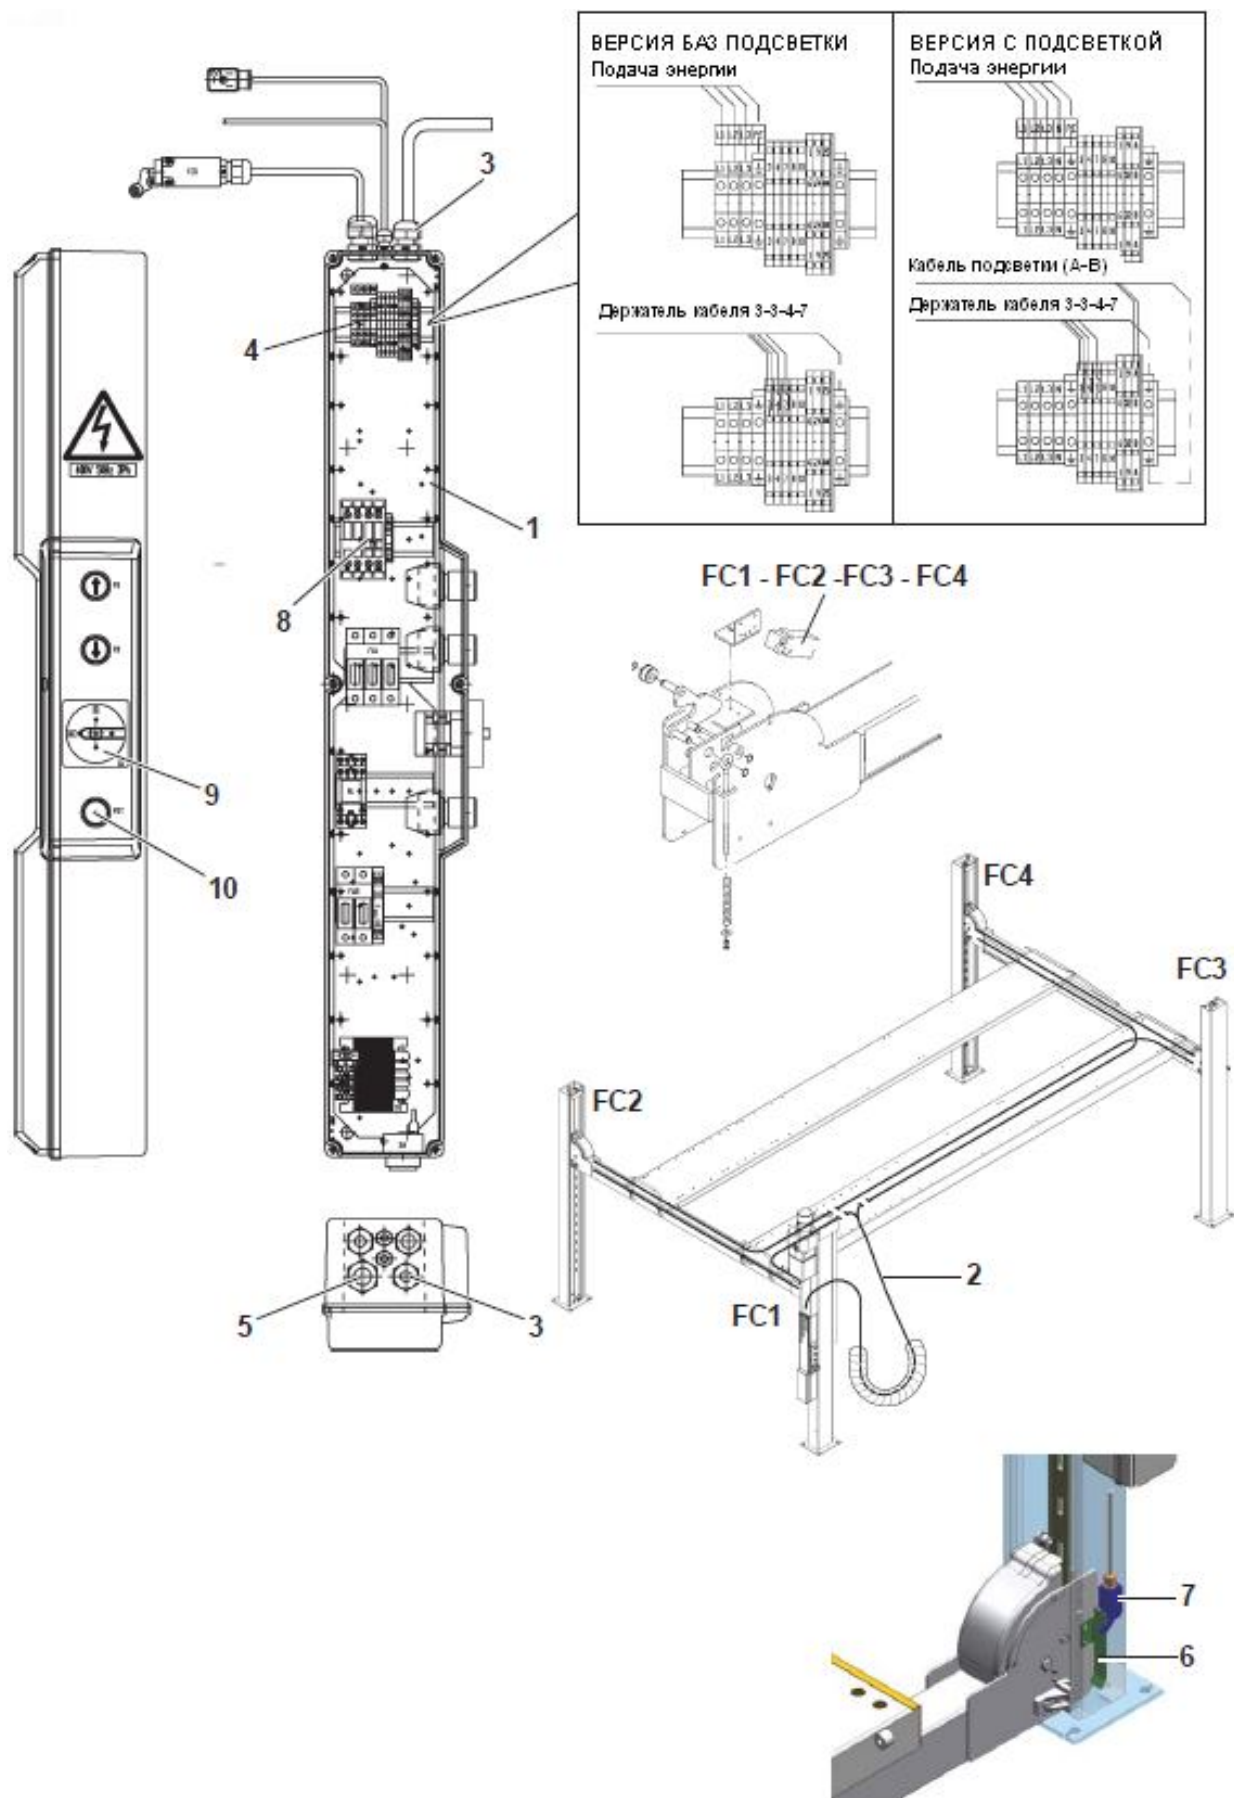
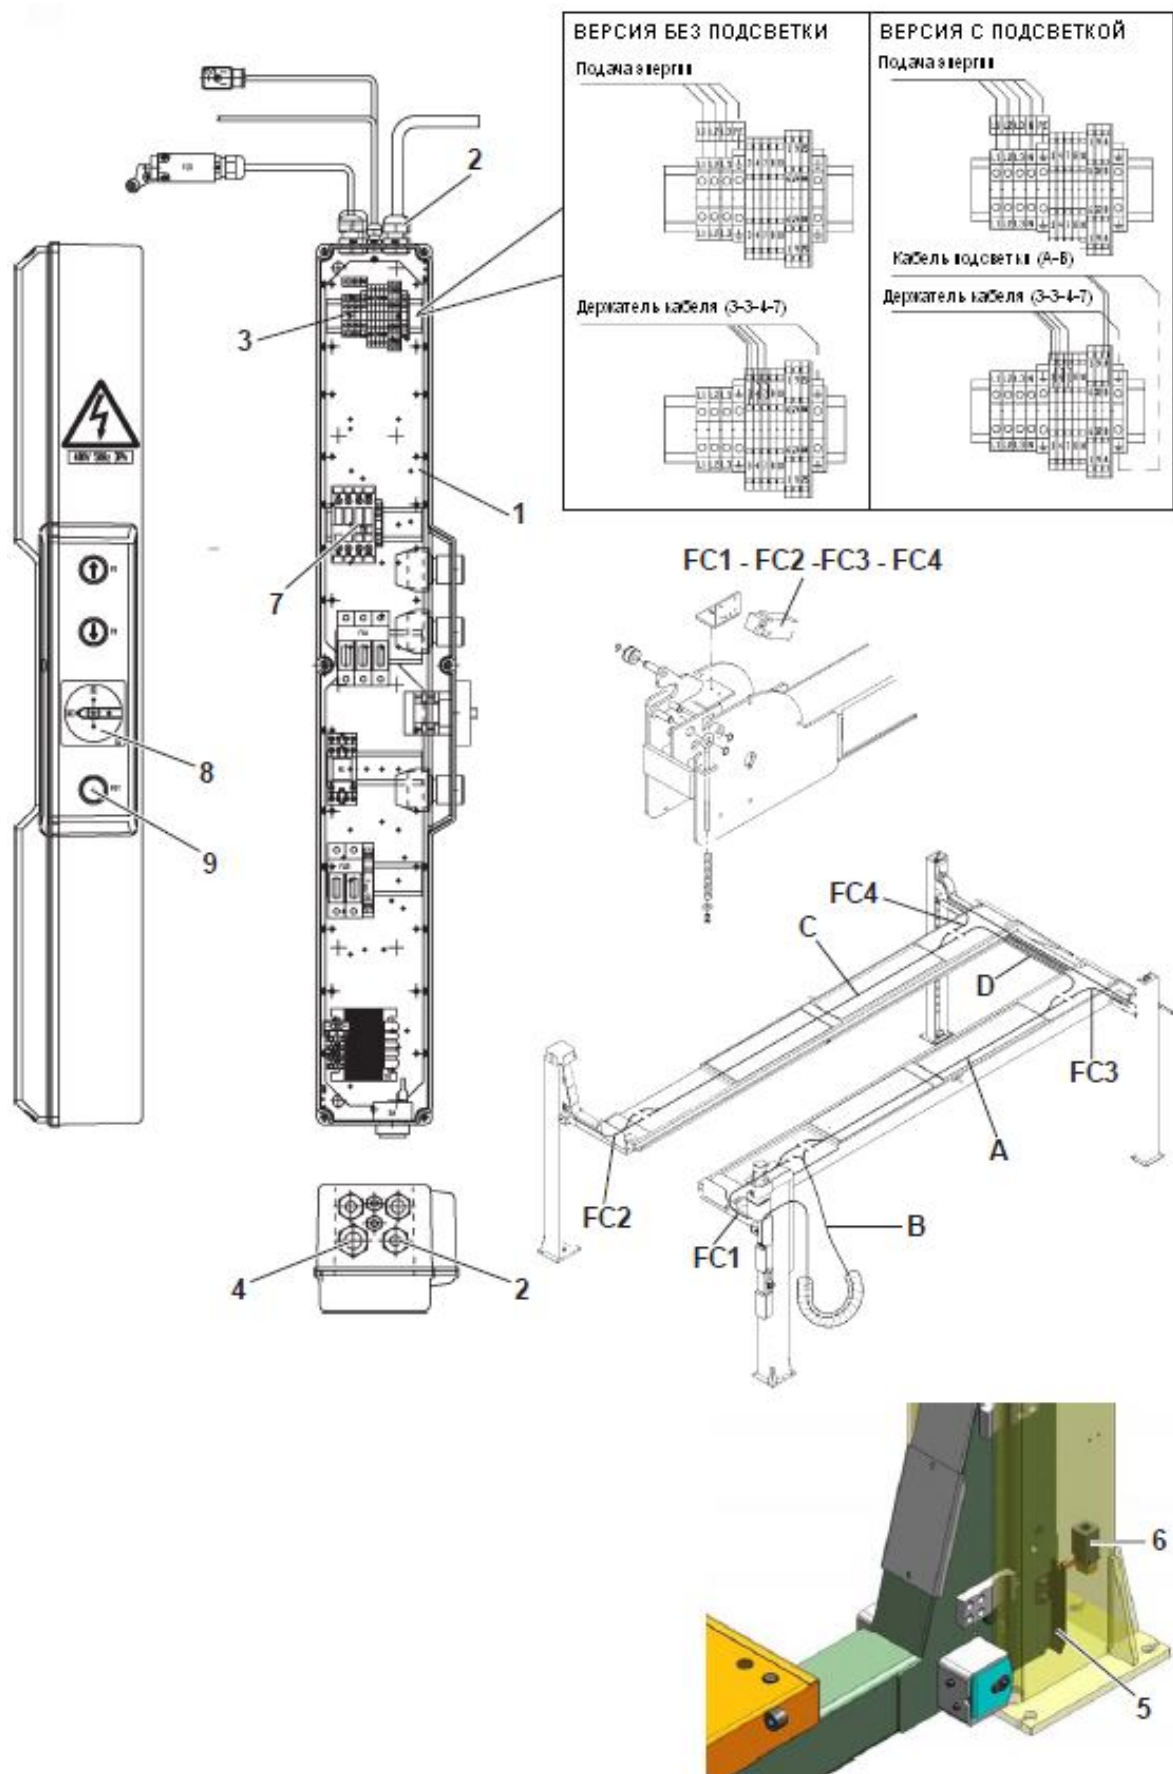

Рисунок 15
Рисунок 16
5.10.1 Версии, поставляемые с неразрезными поперечными балками (см. рис. 15).
5.10.2 Версии, поставляемые с разрезными поперечными балками – ОТКРЫТЫЙ ПРОХОД (см. рис. 16).
Подключите электропитания и переведите главный переключатель (9 Рис.15) - (8 Рис.16) на «1». Нажмите кнопку переключения на пульте дистанционного управления и убедитесь, что мотор вращается в правильном направлении. Если это не так, поменяйте местами фазы внутри силового кабеля.
Нажмите кнопку включения и снимите платформу с подпорок. Переведите главный переключатель (9 Рис.15) - (8 Рис.16) обратно на «0» и закройте панель управления (1).
Переведите главный переключатель (9 Рис.15) - (8 Рис.16) на «1» и нажмите кнопку удержания (10 Рис.15) - (9 Рис.16), чтобы удерживать платформу в поднятом положении на стойках. Выньте подпорки из-под платформы.